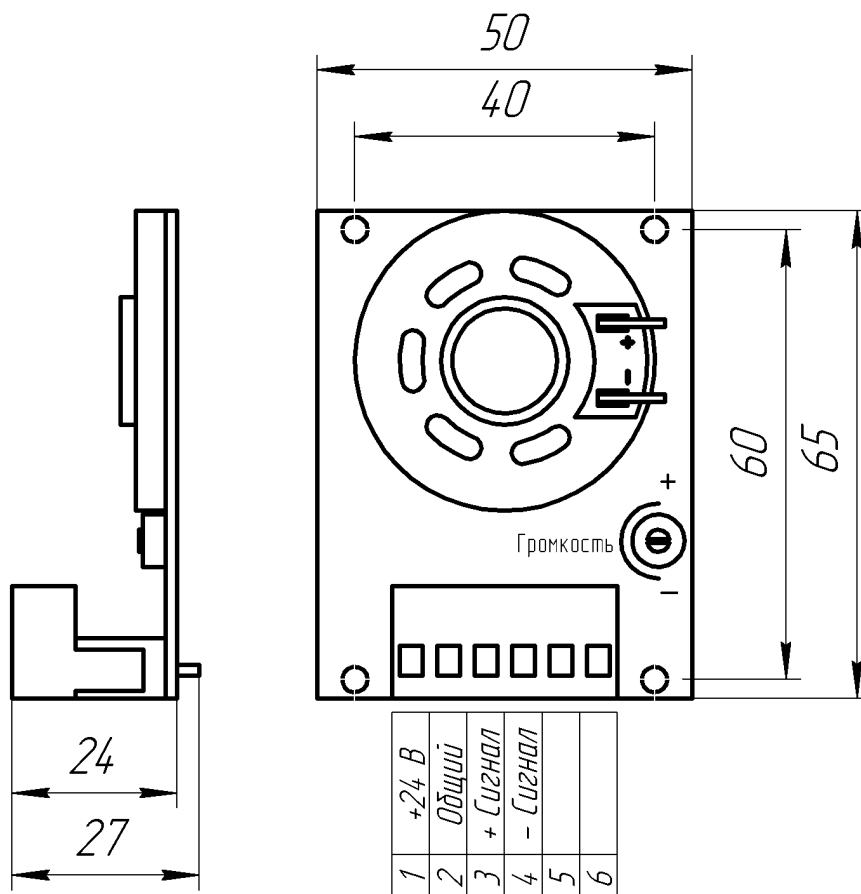

Рис.1. Габаритные и установочные размеры «Капель МК-03-01»
4.1.3 Подключить в соответствии с Рис.1.